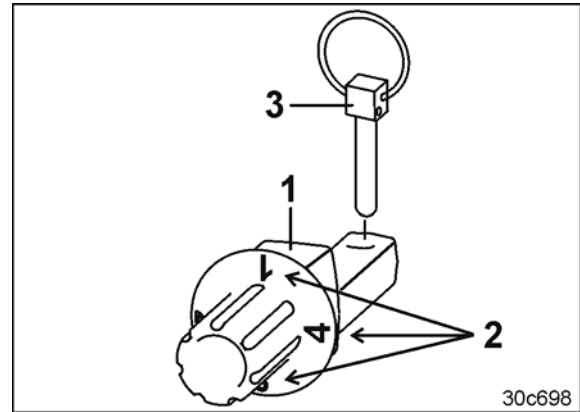

Fig. 105
- cuanto mayor es el número (Fig. 105/2) de la cara que se apoya en el brazo portante (Fig. 105/3).
Asegurar los pernos de regulación de profundidad con pasadores clavija (Fig. 105/3) después de cada cambio de posición.